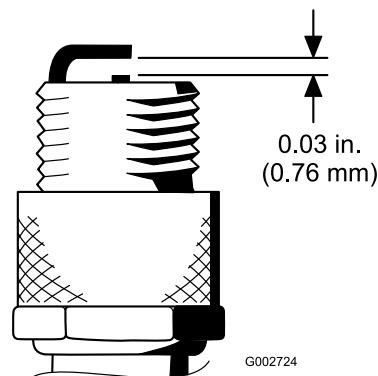

Figure 40
4. Réglez l'écartement entre les électrodes centrale et latérale à 0,76 mm, comme montré à la Figure 40.